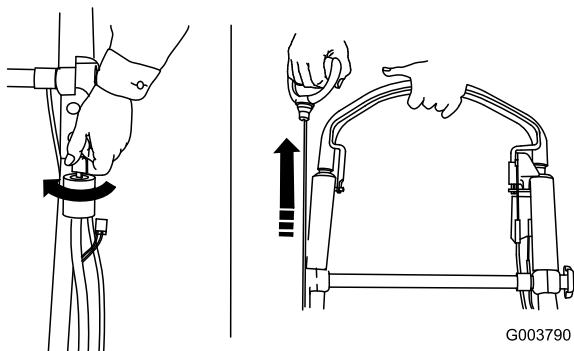

Figura 25
4. Sujete la barra de control de la cuchilla contra el manillar y arranque el motor inmediatamente usando la llave de contacto o el arrancador de retroceso (Figura 25).